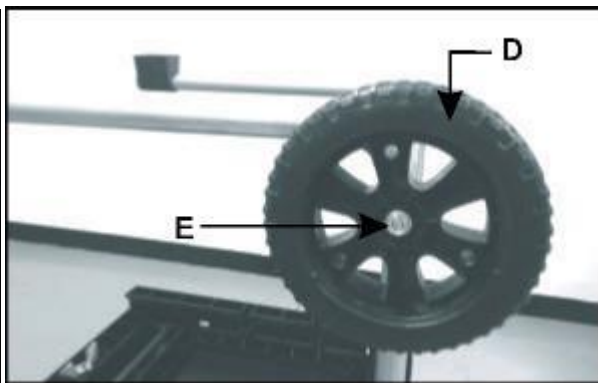

Fig. 1C
2. Colocar as rodas (D) e apertar inicialmente a porca (E) com a mão. (Fig. 1C)